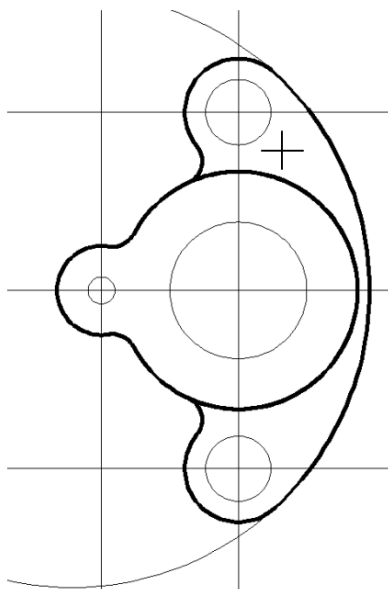
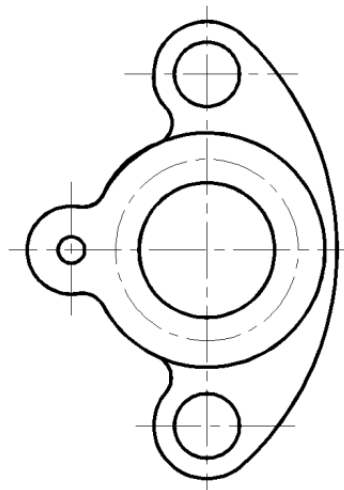

Рисунок 8.6 – Результат обрізки зайвих ліній
Рисунок 8.7 – Створення основного контуру і осей
7. Виконати обрізку зайвих ліній (рис. 8.6), використовуючи команду **ОБРЕЗАТЬ**. Сформувати основний контур (рис. 8.7).